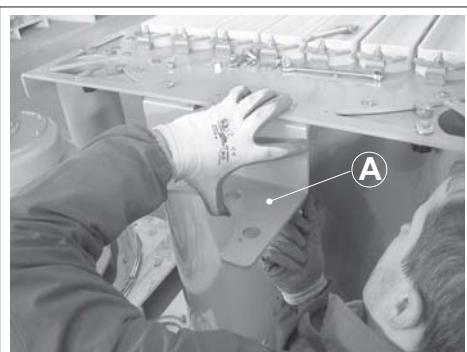

Fig. 2
- 3) Fix support A to the seal plate as shown in Fig.2 after removing the two screws in the plate.
3) Den Halter A an der Elementhalteplatte befestigen, wie in Abb. 2 gezeigt ist, indem man 2 Schrauben von der Platte entfernt.
- 3) Fixer le support A à la plaque porte éléments comme indiqué dans la fig.2 en enlevant 2 vis dans la plaque.
3) Fissare il supporto A alla piastra portaelementi come indicato in fig.2 rimuovendo 2 viti nella piastra.